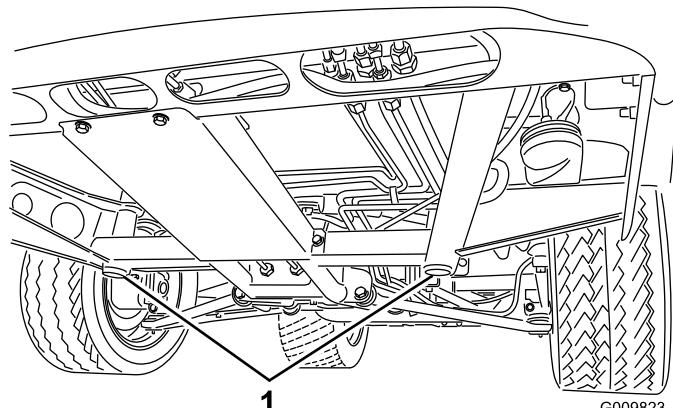

Bild 15
- Die Hebestelle vorne am Fahrzeug befindet sich unter der mittleren Rahmenstütze vorne (Bild 15).